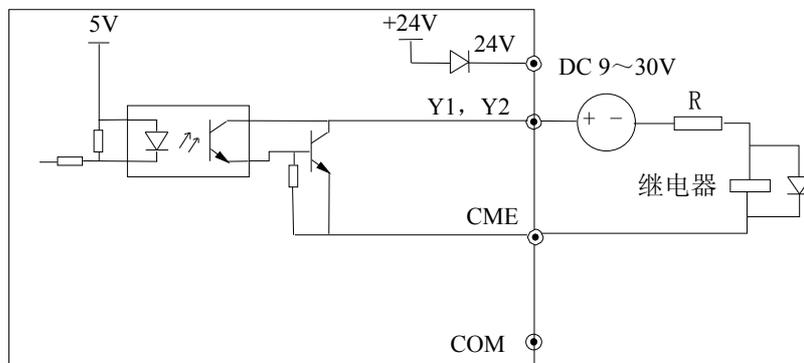

图 2-21 多功能输出端子接线方式2
2) 多功能输出端子Y1、Y2也可使用外部电源，9~30V，接线方式请参见图2-21